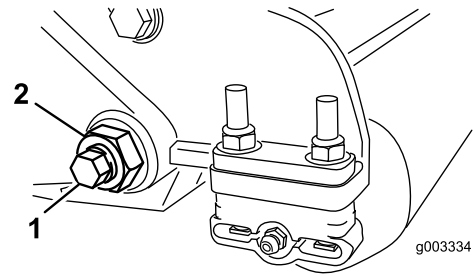
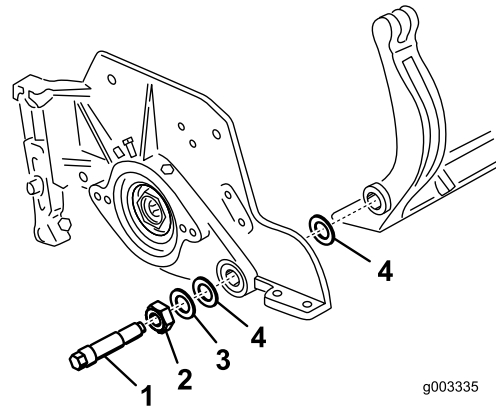

Figura 31
Figura 32
3. En cada lado de la máquina, afloje la contratuerca que fija el perno de la barra de asiento (**Figura 31**).
4. Retire todos los pernos de la barra de asiento, para poder tirar de la barra hacia abajo y retirarla de la máquina (**Figura 31**). Guarde las 2 arandelas de nylon y la arandela de acero troquelado de cada extremo de la barra de asiento (**Figura 32**).
4. Coloque una arandela de acero por fuera de cada arandela de nylon (Figura 32).